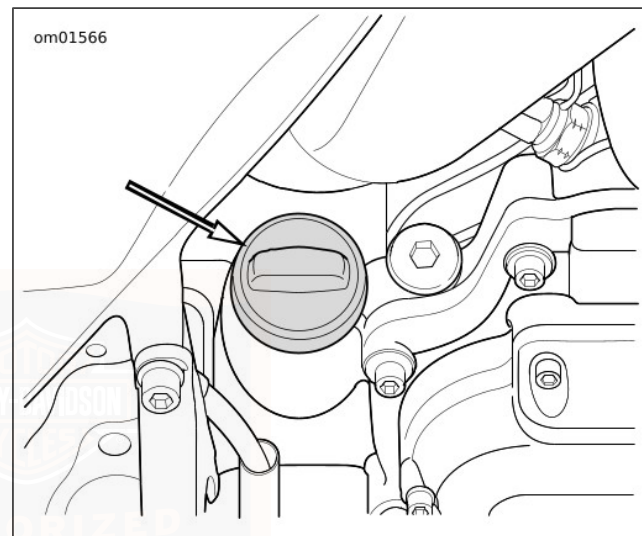

Abbildung 98. Motoröl-Einfüllverschlussstopfen
2. Siehe Abbildung 98. Den Motorölstand prüfen.
3. Siehe Abbildung 98. Ölstand prüfen.